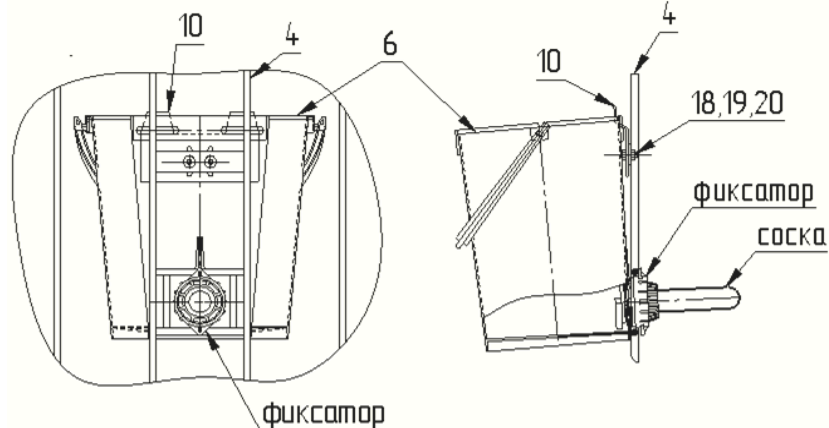
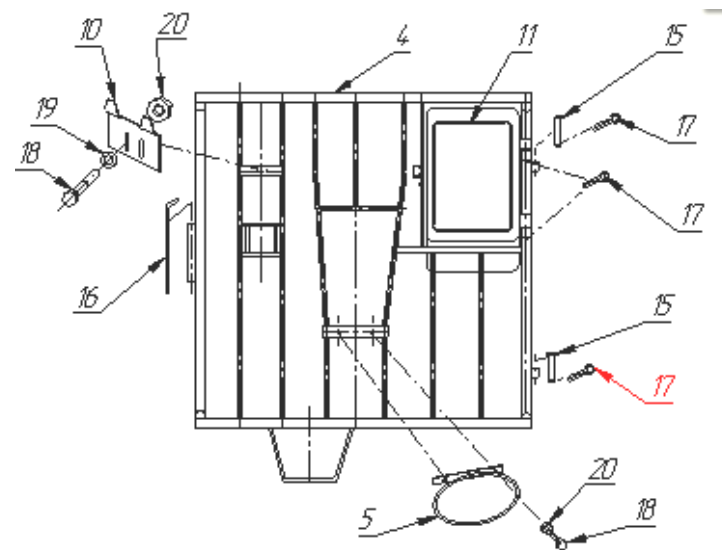

Рис.5 Схема установки и регулировки кронштейна поилки 6 – поилка для телят
Рис.6 Схема установки оборудования на переднюю стенку ограждения бокса .
3. На переднюю стенку ограждения закрепить следующие приспособления см. Рис.6:
Для кормления (поения) телят поилка(6) навешивается на специальный кронштейн (10) расположенный в левой верхней части передней стенки (Рис.6). Поилка имеет на соске фиксатор от самопроизвольного снятия с кронштейна(Рис.5). Порядок расположения фиксатора при установке, фиксации и снятии поилки с кронштейна указан на этикетке расположенной на поилке над соской.
Для кормления телят грубыми кормами кормушка (7) устанавливается в обод кормушки (5) расположенный в центре передней стенки, в нижней части (Рис.6).